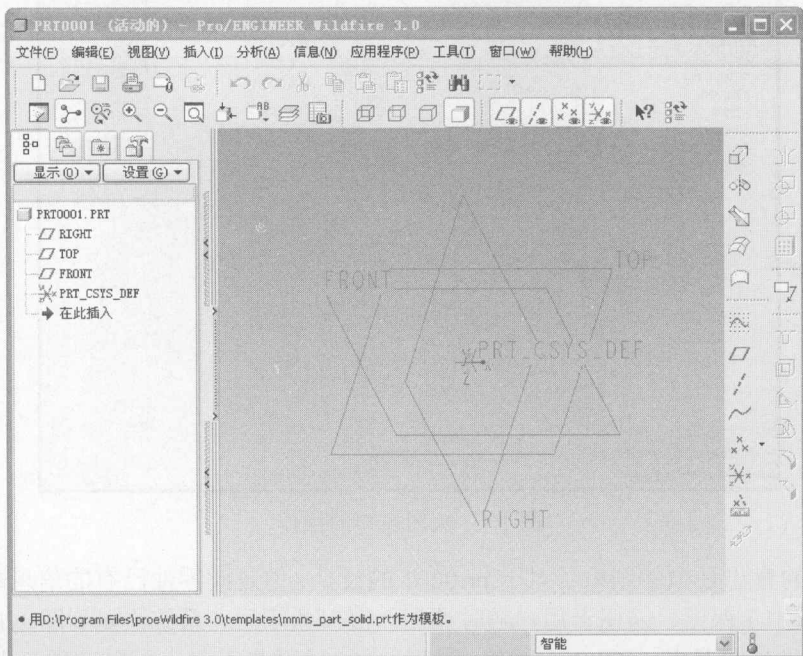

图 1.6 设计界面
STEP 04 选择模板的对话框是【新文件选项】对话框,一般中国用户选择【mmns_part_solid】即可。单击【确定】按钮就进入到零件设计的界面,如图 1.6 所示。